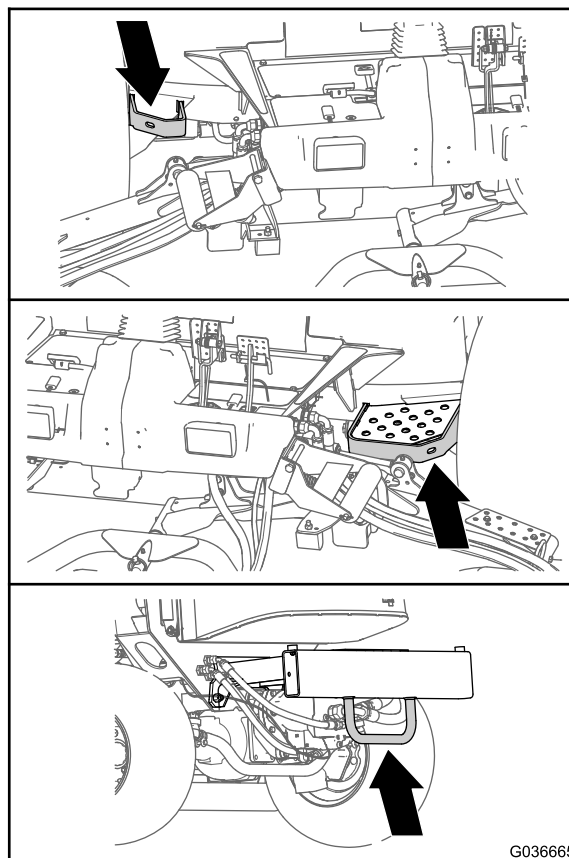

Figure 38
- De chaque côté du cadre près de la plateforme de conduite (Figure 38)
- Sur le pare-chocs arrière (Figure 38)